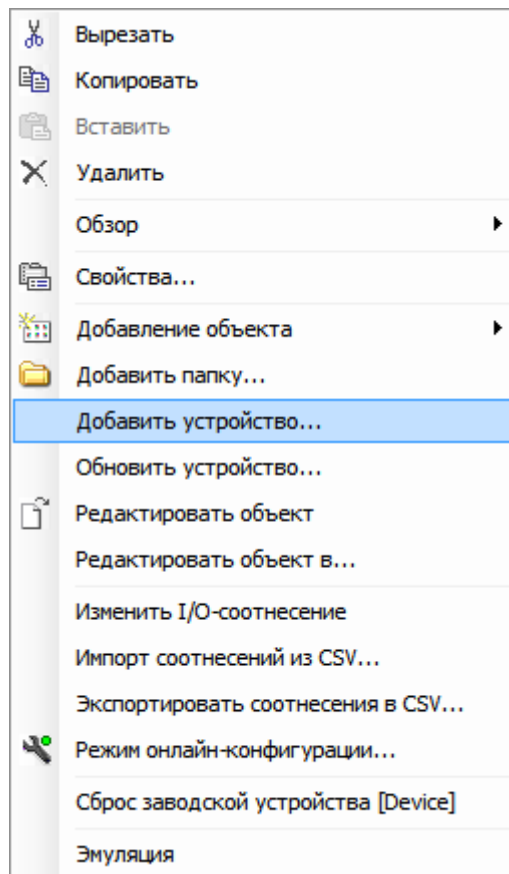

Рисунок 3.5 – Вид контекстного меню элементов дерева устройств
1. Выделить устройство *Device (ELSYMA)* в дереве устройств и выбрать команду «Добавить устройство...» контекстного меню (рисунок 3.5).